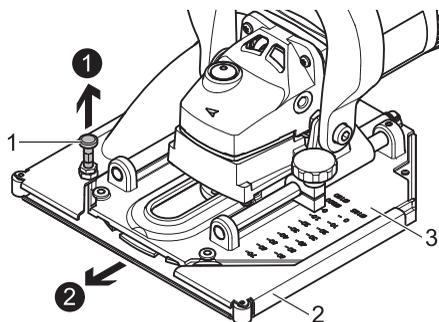

Abb. 13: Schutzgehäuse in Position Stückschnitt demontieren
1. Den Rastbolzen (1) nach oben ziehen (→ Abb. 13: Schutzgehäuse in Position Stückschnitt demontieren; Seite 34).
2. Das Schutzgehäuse (2) von der Führungsplatte (3) nach vorne abziehen (→ Abb. 13: Schutzgehäuse in Position Stückschnitt demontieren; Seite 34).